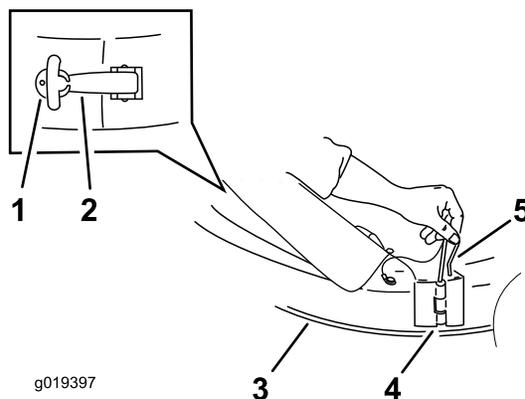

Figura 10
- Sollevate il deflettore di sfalcio sul tosaerba (Figura 10).
- Portate la guida di scarico in posizione con il gancio posteriore attorno all'asta del deflettore, allineate la cerniera a torsione e fissatela al perno di bloccaggio (Figura 10).
- Girate indietro la guida di scarico verso il piatto di taglio in modo che sia a paro con quest'ultimo (Figura 10).
- Fissate la guida di scarico sul piatto di taglio. Agganciate il fermo flessibile della guida di scarico al fermaglio saldato sul piatto di taglio, sul retro dell'apertura (Figura 10).